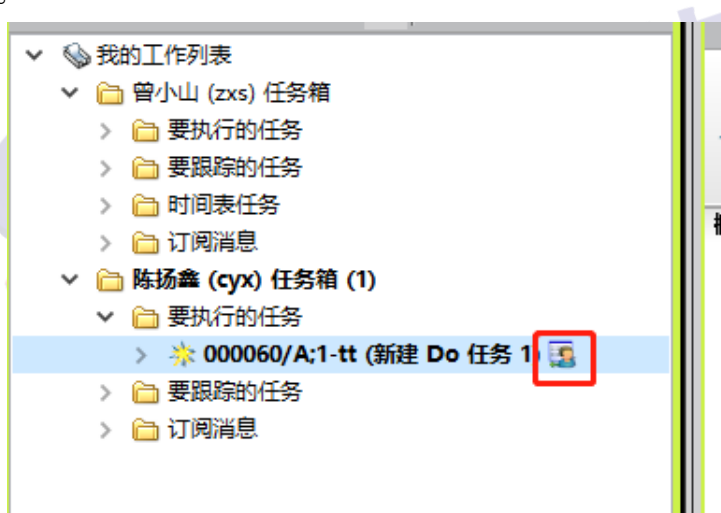
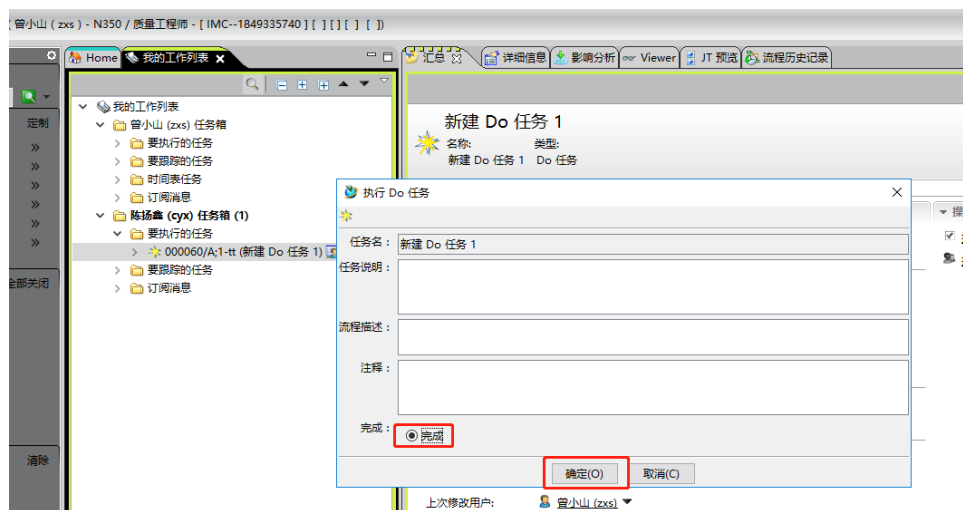

图 7
图 8
5.至此，流程已经可以由代理人代为操作，如图 7 所示，任务后面会带上一个小图标表示已经完成代替工作。选择对应的操作完成任务，如图 8。